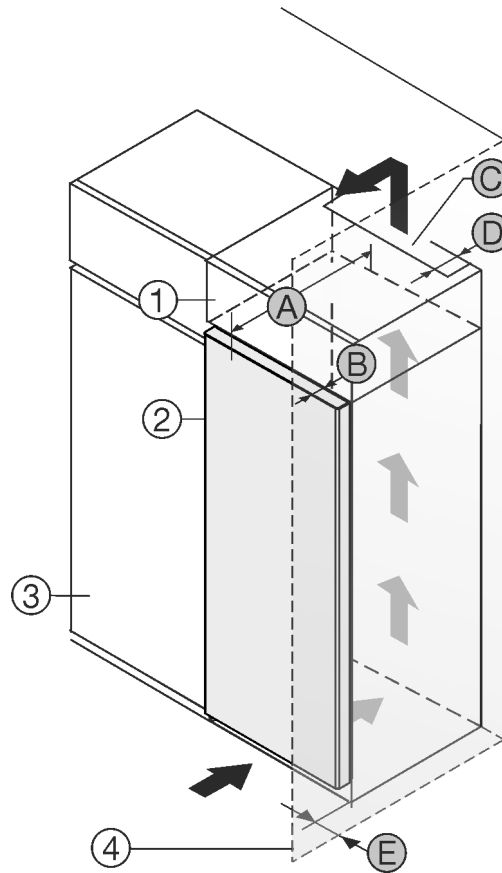

Fig. 1
- (1) Rátét szekrény*
- (2) Berendezés*
- (3) Konyhaszekrény*
- (4) Fal*
- (A) Készülék mélysége*
- (B) Ajtó mélysége*
- (C) Szellőzés keresztmetszete*
- (D) Készülék hátsó oldalának távolsága*
- (E) Távolság a készülék oldalától*
A készülék közvetlenül a konyhaszekrény Fig. 1 (3) mellé állítható.*
A rátét szekrény hátoldalán egy megadott mélységű Fig. 1 (D) szellőzőaknákat kell kialakítani a rátét szekrény teljes szélességében.*
A mennyezet alatt be kell tartani a szellőző keresztmetszetet Fig. 1 (C).*
Ha a készüléket a zsanérjaival a fal Fig. 1 (4) mellé állítja fel, legalább 13 mm távolságot kell tartani a faltól.*
Ha a készüléket a zsanérjaival a fal Fig. 1 (4) mellé állítja fel, legalább 20 mm távolságot kell tartani a faltól.*
Ahhoz, hogy az ajtót teljesen ki tudja nyitni, a készüléknek a konyhaszekrény elülső oldalához képest legalább az ajtó mélységének Fig. 1 (B) megfelelően ki kell állnia. A konyhaszekrények Fig. 1 (3) mélységétől és a fali távtartók használatától függően a készülék nagyobb mértékben is túllóghat előre felé.*